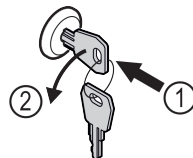

Fig. 206
- ▶ Trykk inn nøkkelen. Fig. 206 (1)
- ▶ Vri nøkkelen 90° mot klokka. Fig. 206 (2)